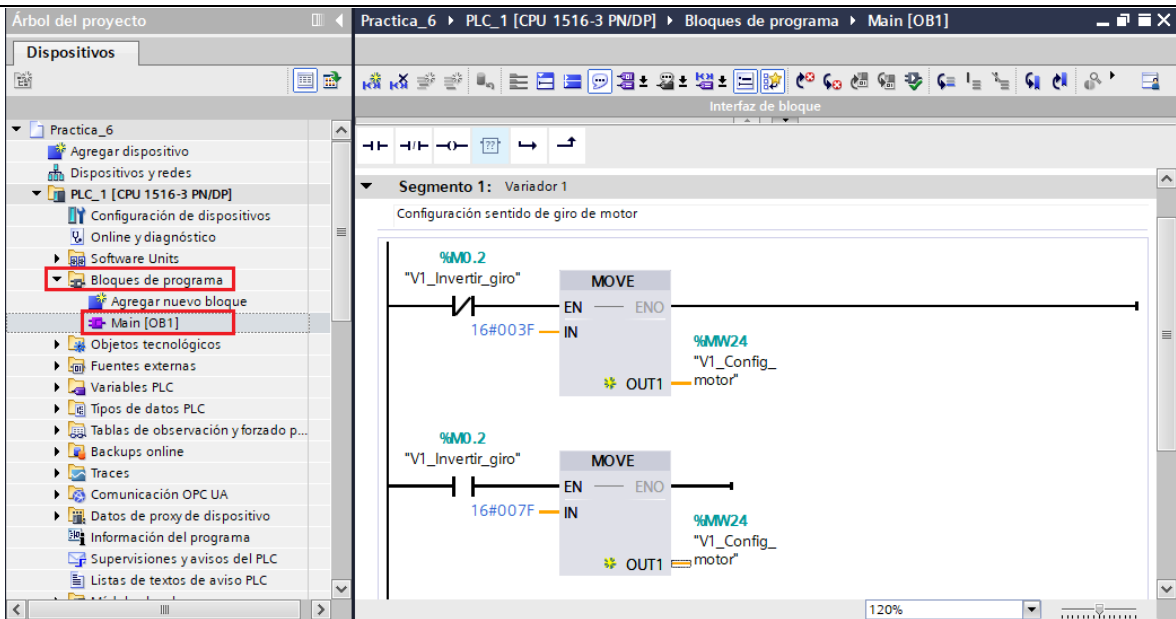

Figura 26. Configuración de sentido de giro del motor 1.
(2) Luego se procesa a configurar el telegrama 20 para el primer variador de frecuencia G120 para ello hacer clic en “PLC_1 [CPU 1516-3 PN/DP]” / “Bloques de programa” / “MAIN [OB1]”
- En el primer segmento se realizará la configuración para determinar el sentido de giro del primer motor (ver Figura 26).